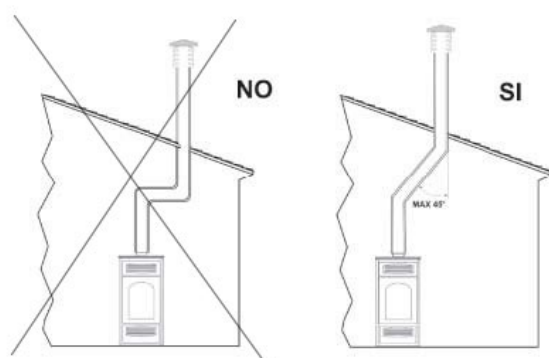

Fig.2
- La sección interna debe ser uniforme, preferiblemente circular: las secciones cuadradas o rectangulares deben tener las aristas redondeadas con un radio no inferior a 20 mm; relación máxima entre los lados de 1,5; paredes lo más lisas posibles y sin estrechamientos; curvas regulares y sin discontinuidad, las desviaciones del eje no superiores a 45° (fig. 2).